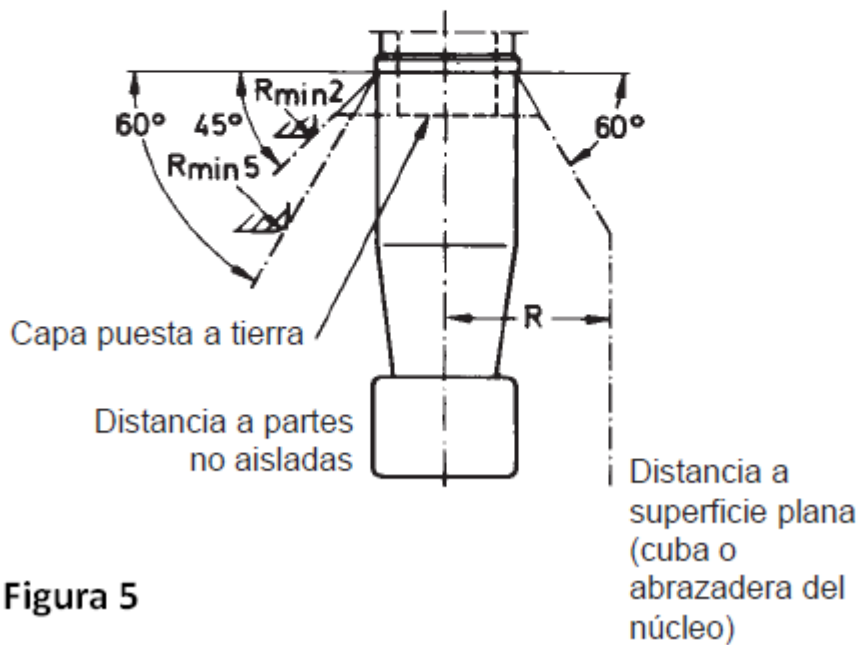

Figura 5
- Las tensiones máximas del aceite en la superficie del aislamiento de la coraza aislada no deber de exceder los valores normales de los conductores aislados y componentes similares dentro del mismo Transformador. (Ver figura 5).